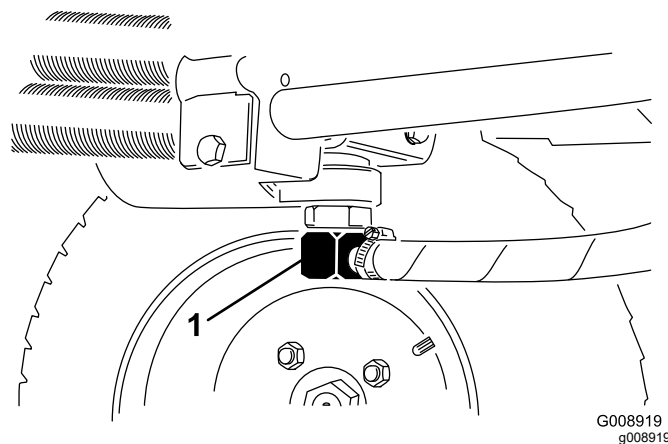
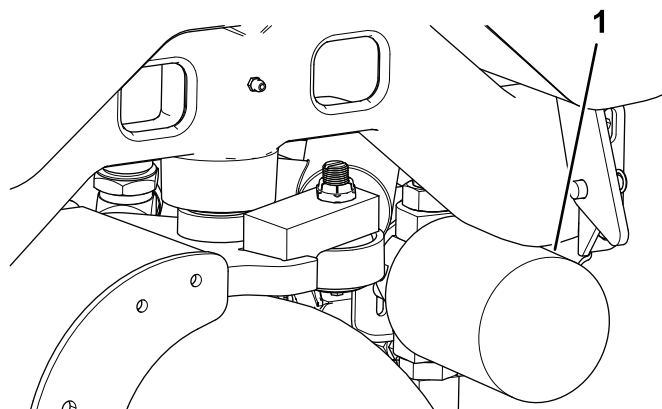

Рисунок 75
Рисунок 76
3. Отсоедините гидравлическую линию (Рисунок 75) или снимите гидравлический фильтр (Рисунок 76) и дайте гидравлической жидкости стечь в сливной поддон.
4. Поместите поддон под фильтр (Рисунок 76), а затем снимите фильтр.